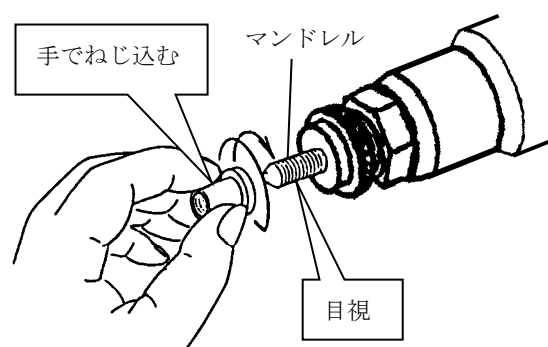

図8-3
- (1) 電源プラグを電源コンセントから抜いてください。
- (2) ポップナットを手でマンドレルにねじ込んで装着し、スムーズにねじ込めることを確認してください。（図8-3）
- (3) 目視にて、締結に支障をきたすような摩耗、損傷がないことを確認してください。
(図8-3)